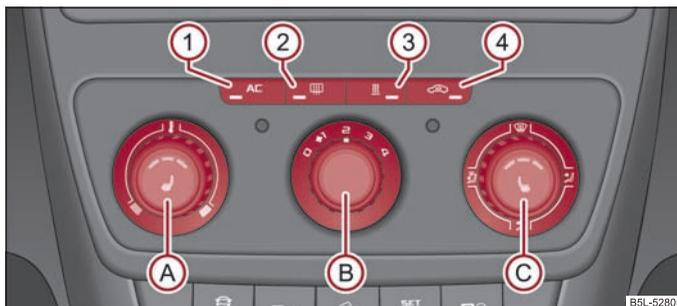

Fig. 104 Climatizzatore: Elementi di comando
La funzione di refrigerazione funziona soltanto se il tasto   $\Rightarrow$  fig. 104  è premuto e se risultano soddisfatte le seguenti condizioni:
- Ruotare la manopola   $\Rightarrow$  fig. 104 in senso orario per aumentare la temperatura.
- Premere il tasto **AC** **1** ⇒ fig. 104. La spia nel tasto si illumina.
- Elementi di comando A, B, C e i tasti 1 e 4 ⇒ pag. 94, fig. 104.
- Premere il tasto  (4) ⇒ pag. 94, fig. 104; la spia nel tasto si illumina.
Se la manopola  si trova in posizione  ⇒ pag. 94, fig. 104, il ricircolo si disinserisce automaticamente. Premendo ripetutamente il tasto  è possibile reinserire il ricircolo anche in questa posizione.